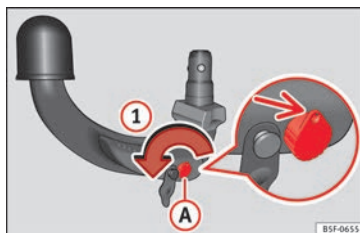

Fig. 223 Passaggio 1
- Girare la chiave nel senso della freccia ① finché la parte bucata raggiunge la sua posizione superiore »» **fig. 223.**